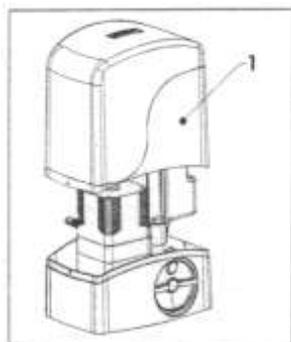
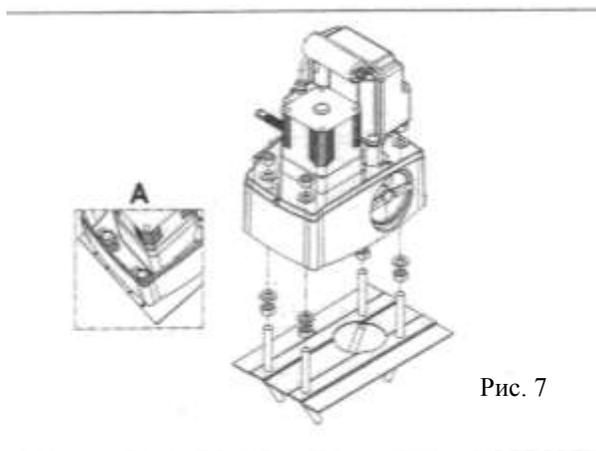
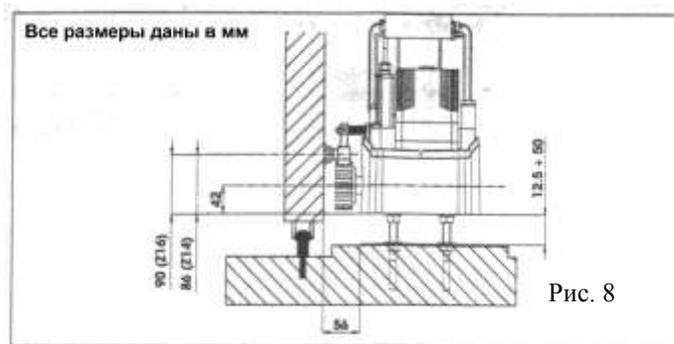

Рис. 6
Рис. 7
Рис. 8
- Снимите кожух и поднимите его вертикально вверх рис. 6. Разместите привод на закрепленной пластине основания в соответствии с рис. 7 при помощи крепежа из комплекта. Пропустите кабели через отверстие в приводе. Проконтролируйте параллельность привода и створки рис. 8;
- Установите высоту установки привода относительно пластины основания при помощи гаек равной более 12,5 мм над уровнем пластины, проконтролируйте установку привода по уровню и в соответствии с рис. 8;